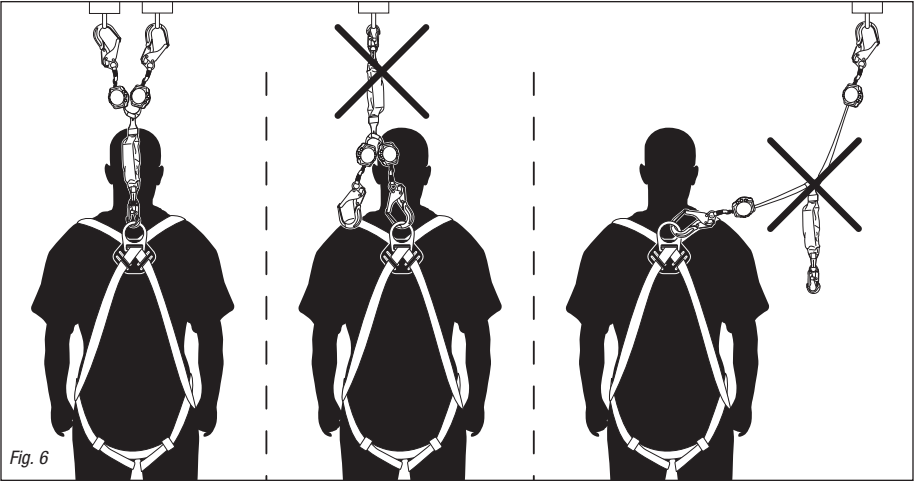

Fig. 6
- Le mousqueton à l'extrémité de l'absorbéur d'énergie doit être attaché à l'anneau dorsal du harnais seulement (*Figure 6*).
- N'attachez pas le mousqueton de l'absorbéur d'énergie au point d'ancrage (*Figure 6*).
- Attacher les deux bras de l'enrouleur à deux points d'ancrage différents est acceptable (*Figure 6*).